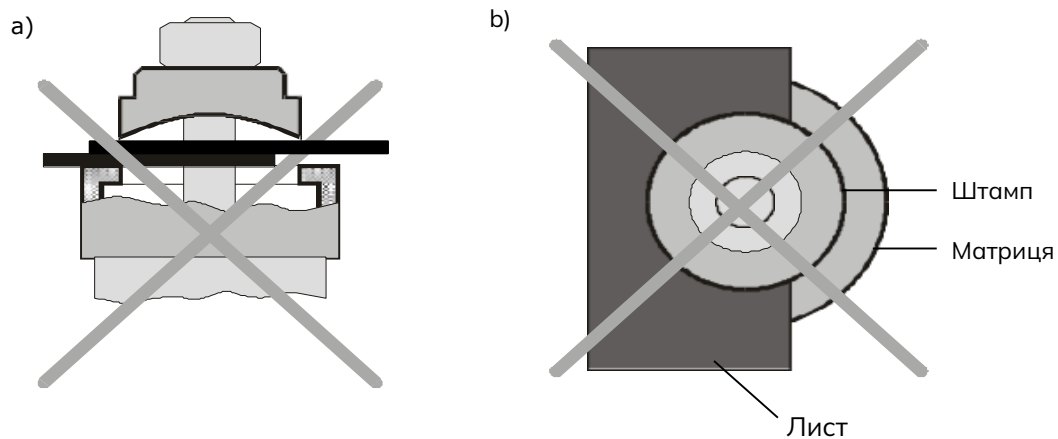

Рис. 7
10. Не вирізати отвори на межі зон із двома різними товщинами листа (Рис. 7).
11. Не використовувати вирізачі для виконання отворів у неповному матеріалі (Рис. 7) (не стосується вирізача WP).